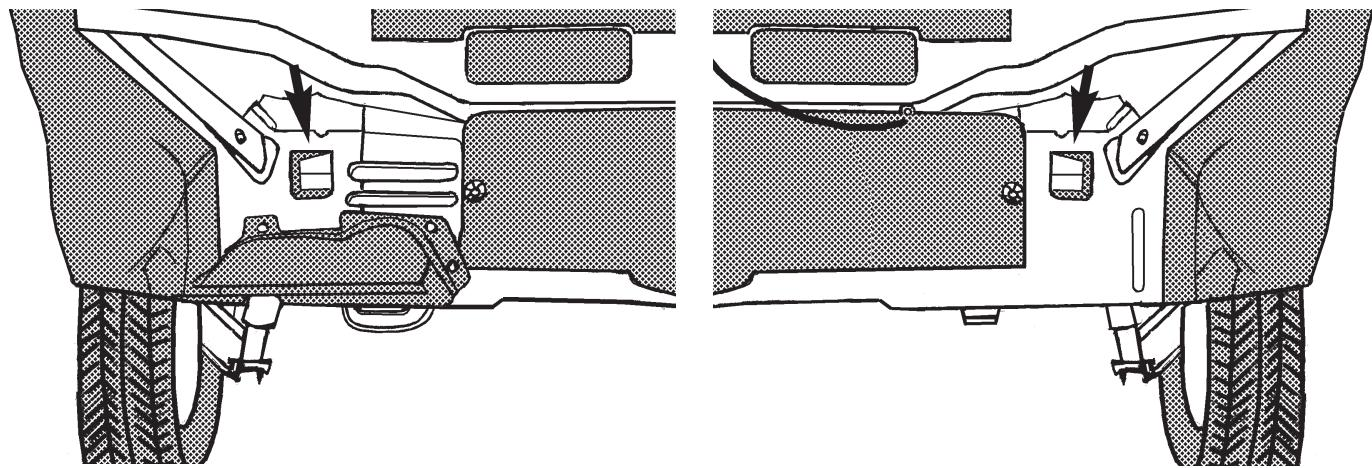

FIG.1
2. Positionner l'attache-remorque dans les longerons de châssis (voir la fig.1) et la fixer à l'emplacement des points A avec quatre boulons M10x30, y compris les contre-pièces (40x5 L=40mm) et les rondelles grower. Serrer les boulons conformément au tableau. Mettre les deux blocs de mousse PE pour le colmatage dans le châssis
2. Placera dragkroken i chassibalkarna (se fig. 1) och fäst den på punkterna A med fyra skruvar M10x30 inklusive motbrickor (40x5 L=40 mm) och fjäderbrickor. Momentdrag skruvorna enligt tabellen. De två PE-skumblocken placeras som tätning i chassi.
2. Anbring anhængertrækket i chassisvangerne (jævnfør fig. 1). og monter dette ved punkterne A med fire bolte M10x30 inklusiv spændplader (40x5 L=40mm) og fjederskiver. Spænd boltene ifølge tabellen. Anbring de to PE skumgummistykke til at tætte chassis med.
2. Colocar el gancho de remolque en los travesaños del chasis (véase la fig. 1) y fijarlo a la altura de los puntos A con cuatro tornillos M10x30 inclusive contratuerzas (40x5 L=40mm) y arandelas grover. Apretar los tornillos de acuerdo con la tabla. Colocar ambos bloques de espuma PE en chasis para obturálos.